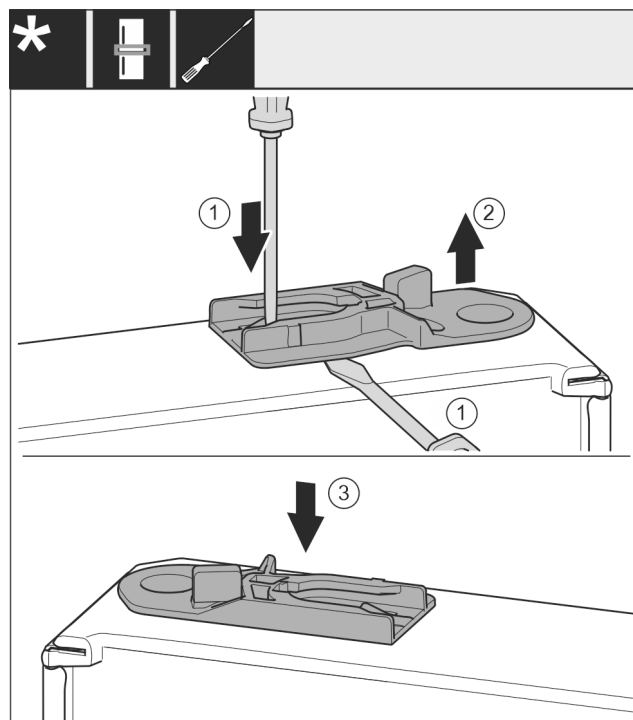

Fig. 53 *
- Estrarre la boccola di guida: Premere la linguetta Fig. 53 (1) con un cacciavite a intaglio e allo stesso tempo spostare in basso la boccola di guida Fig. 53 (2) con il cacciavite a intaglio.*
- Inserire la boccola di guida Fig. 53 (3) inclusa nella fornitura sull'altro lato dell'alloggiamento.*